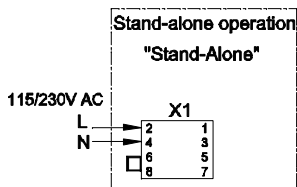

figure 1
**Einzelbetrieb:** Im Stand-Alone-Betrieb kann die Leuchte auch als Einzelgerät betrieben werden, Anschluß **Bild 1**.
**Stand-alone operation:** In stand-alone operation the lights can also be operated as single devices, connection **figure 1**.